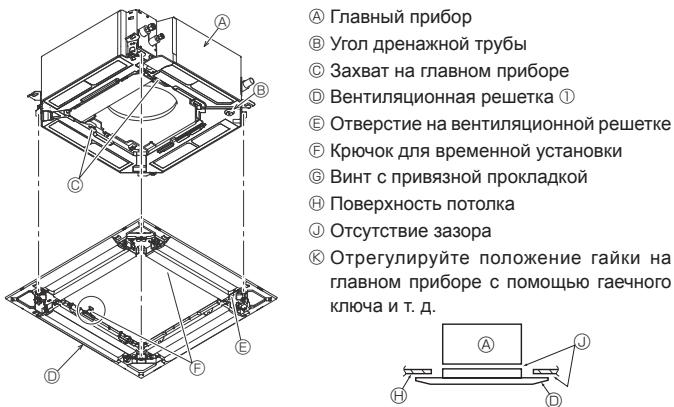

Fig. 6-6
6.4.2. Временная установка вентиляционной решетки (Fig. 6-6)
- Закрепите решетку на главном приборе, затянув заранее установленные винты. (Fig. 6-6)
Убедитесь в отсутствии зазоров между главным прибором и вентиляционной решеткой или между вентиляционной решеткой и поверхностью потолка. (Fig. 6-6)